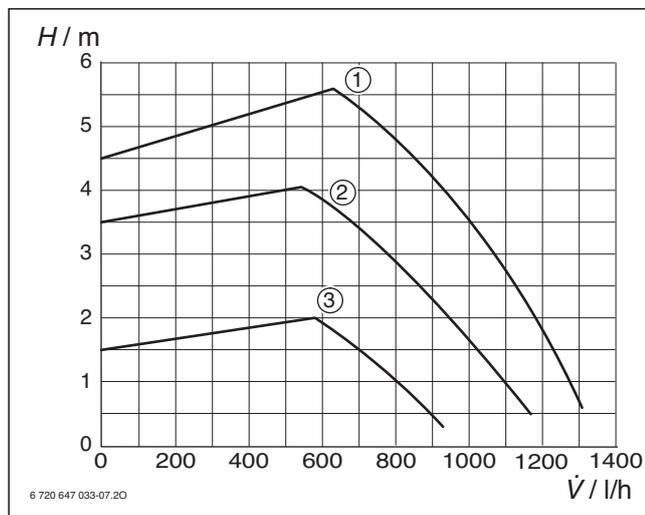

Fig. 55 Pression constante
**Légende pour figure 55 et 56:**